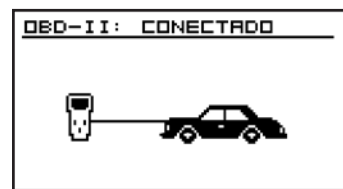

Fig.29
1. Encienda el CodeScout. Asegúrese que el vehículo esté conectado (Fig.29).